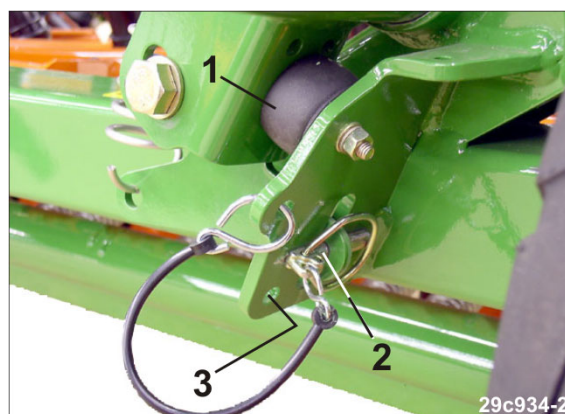

Fig. 168
- 3.1 Den Spuranreißer-Ausleger gegen den Gummipuffer (Fig. 168/1) drücken.
- 3.2 Den Klappstecker (Fig. 168/2) herausziehen und in Parkposition in der Bohrung (Fig. 168/3) abstecken.